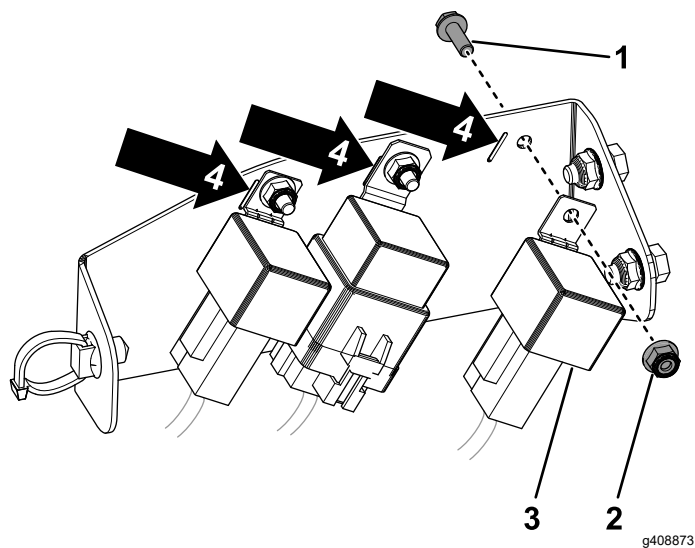

図 4
2. リレーを取り外す (ページ 2) で外したリレー 3 個を、リレーブラケットに取り付ける先ほど外したボルト類を再使用する 図 4。
注 リレーブラケットのスロットを利用してリレーの向きを整える 図 4 の 4。